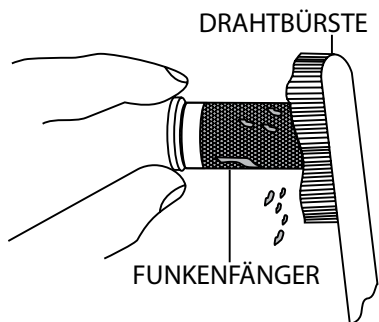

Abbildung 47. Reinigen der Zündkerze
4. Entfernen Sie Rußniederschläge vorsichtig mit einer Drahtbürste vom Funkenfänger (Abbildung 47).